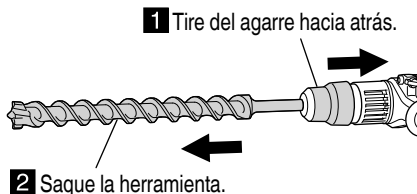

Fig. 16
- (3) Tire de la herramienta y compruebe que se encuentre completamente bloqueada.
(4) Para extraer la herramienta, tire completamente de la empuñadura en el sentido de la flecha y tire hacia afuera de la herramienta. (Fig. 16).